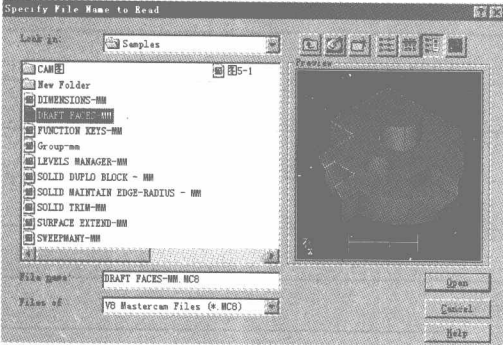

图 1-5
(2) 打开已存在的图形文件（Get）是指打开系统中已有的一个 MC8、MC7 和 GE3 文件。当选择“Get”时，屏幕上将显示一个打开文件对话框，如图 1-5 所示。输入文件类型、路径及文件名，单击“Open”按钮或双击所选文件，系统将打开该文件。此时将关闭原来的文件。
(3) 当选择“Merge”选项时，可以将已有的 MC8、MC7 和 GE3 文件插入到当前的文件中。插入的文件将保留其创建时的全部属性（如颜色、图层、线型等），但不能改变当前的设置，也不能插入文件的关联几何对象（如刀具路径等）。文件插入时选择文件的方法与文件打开操作相同。